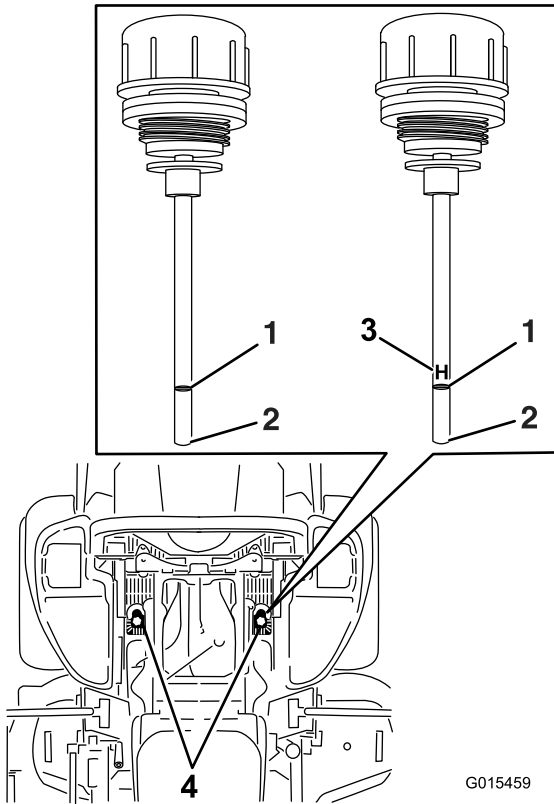

Figure 91
6. Nettoyez la surface autour des jauges des réservoirs du système hydraulique (Figure 91).
7. Sortez la jauge du réservoir hydraulique (Figure 91).
9. Ressortez la jauge et examinez l'extrémité (Figure 91). Si le niveau d'huile est au repère minimum, versez lentement la quantité d'huile qui convient dans le réservoir hydraulique pour faire monter le niveau jusqu'au repère maximum (H).